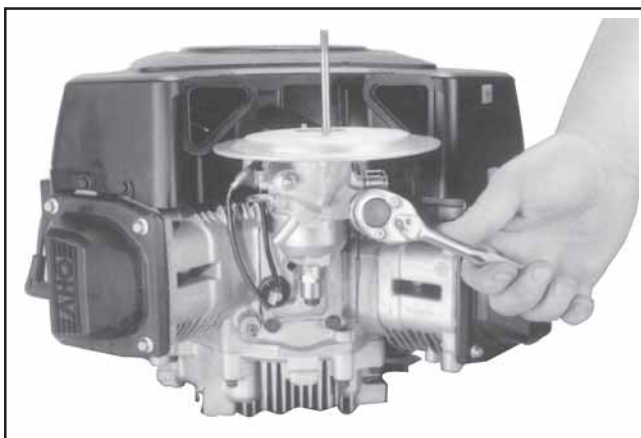

Figure 9-17. Dépose des écrous de montage du carburateur (photo : base d'une tondeuse commerciale).
2. Retirer les deux écrous de montage du carburateur (filtres à air pour tondeuses commerciales). Voir la Figure 9-17.